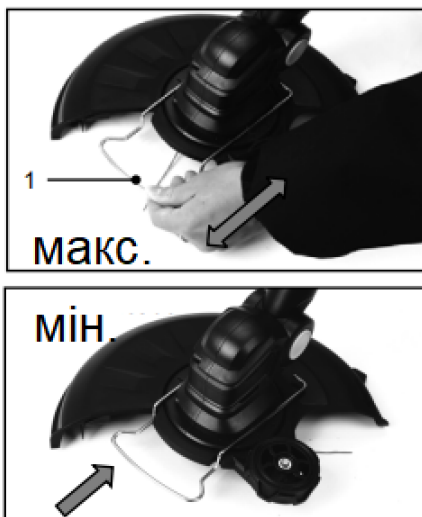

Рисунок 5. Схема регулювання положення скоби-обмежувача.
1. Приєднати до тримера захисний кожух та закріпити його гвинтами з комплекту виробу (рис. 5).
3. Встановити скоба захисту рослин від випадкового скошування (1, рис. 5) в одне з 2-х положень (вперед або назад) для контролю мінімального та максимального діапазону різання.